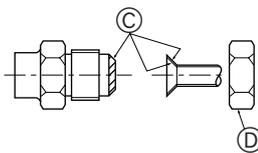

Fig. 4-1
4.2. Collegamento dei tubi (Fig. 4-1)
Ⓐ (Fig. 4-1)
Ⓑ (Fig. 4-1)